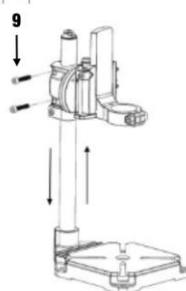

fig. 5
1. Réglez la hauteur de la tête en fonction de la taille de la pièce à travailler, puis serrez les boulons à filetage autofreinant de la tête (n° 9) à l'aide de la clé hexagonale appropriée (fig. 5).